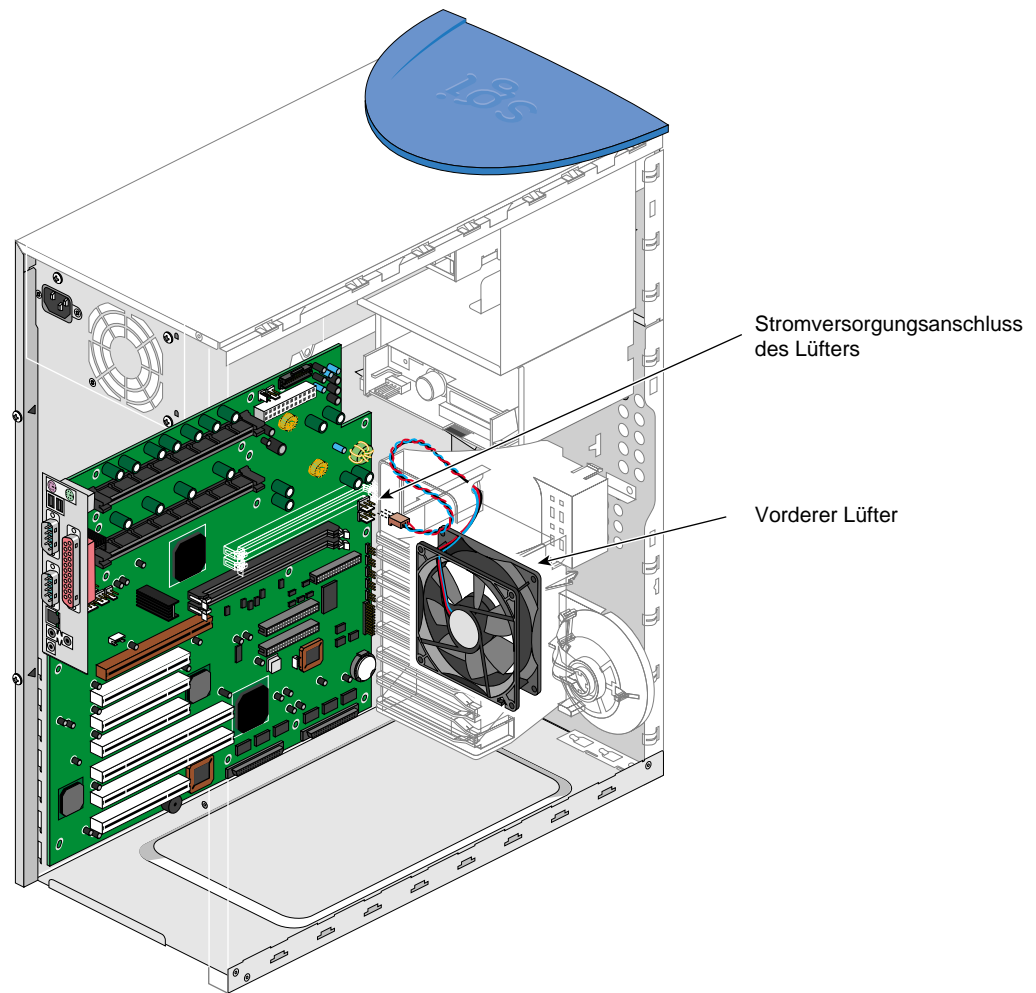

Abbildung 2-23 Anschließen des Kabels des vorderen Lüfters
6. Schließen Sie das Kabel des vorderen Lüfters an. Die Lage des Kabelanschlusses des vorderen Lüfters geht aus Abbildung 2-23 hervor.